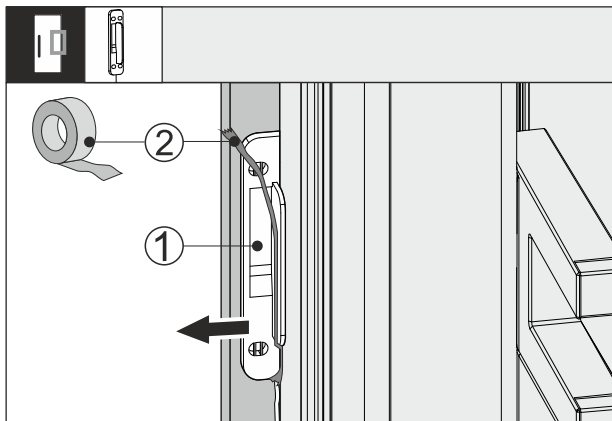

Fig. 64
- ▶ Зніміть клейку стрічку Fig. 64 (2) з датчика постукування Fig. 64 (1).